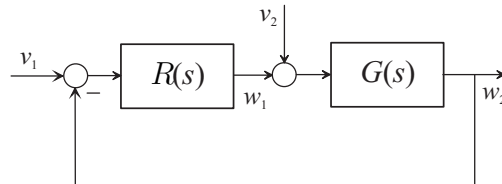

Abbildung 2: Regelkreis.
- ii) Unter welchen Bedingungen ist der Regelkreis nach Abbildung 2 intern stabil?